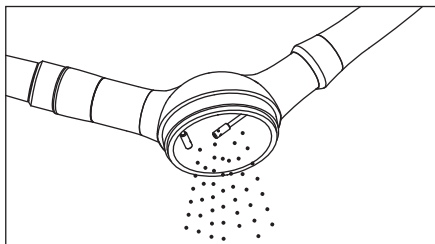

Fig. 5
- 1) Abra a tampa do recipiente de pó e remova o pó de limpeza restante. (Fig. 5)